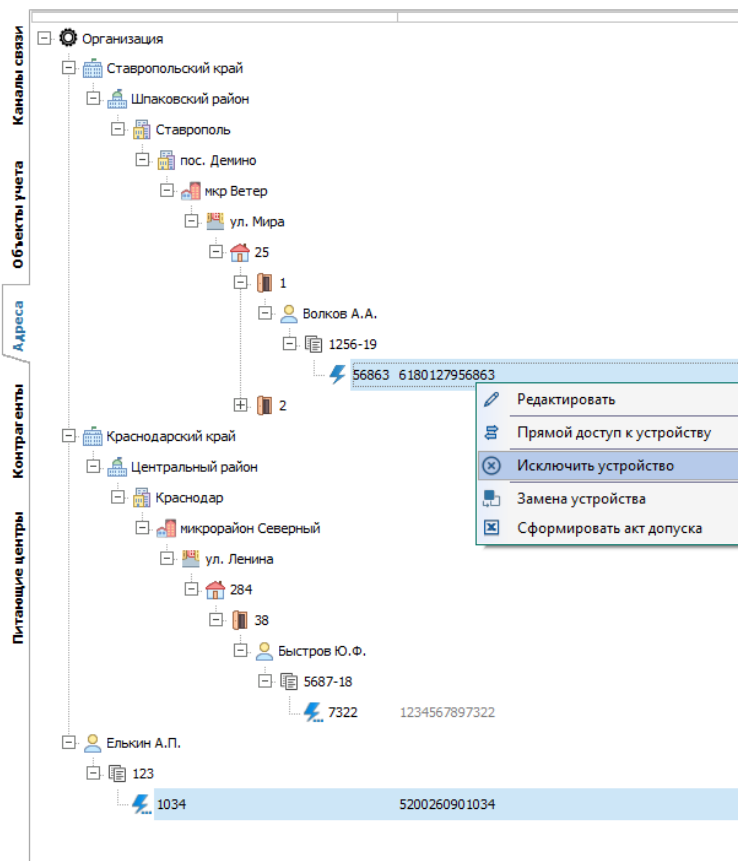

Рисунок 355 – Исключение (удаление) устройств у абонентов
- **Исключить устройство** – удаление выбранного устройства у выбранного абонента. Для удаления нескольких устройств необходимо их выбрать удерживая клавишу **Ctrl** (см. рисунок 355).